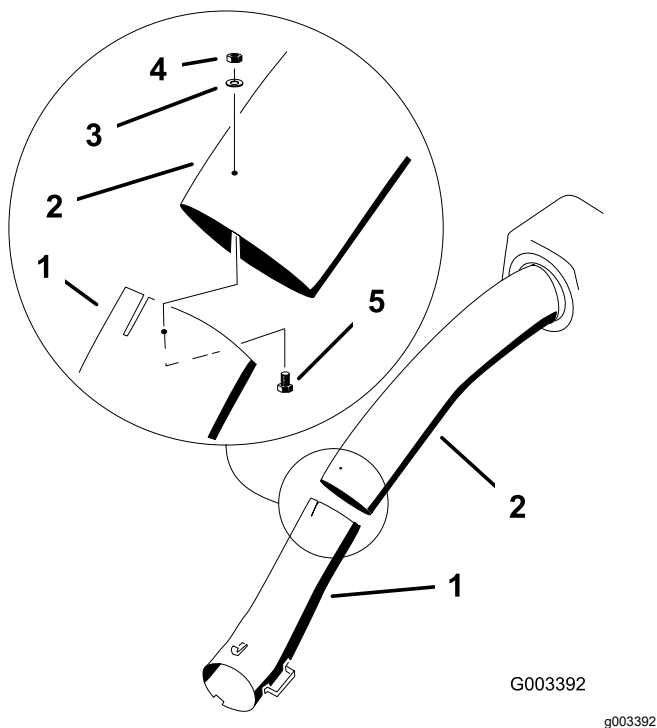

Figura 31
14. Una los tubos superior e inferior con 3 pernos (Nº 10 x 3/4"), 3 arandelas planas (7/32"), y 3 contratueras (Nº 10), según se muestra en la figura Figura 31.